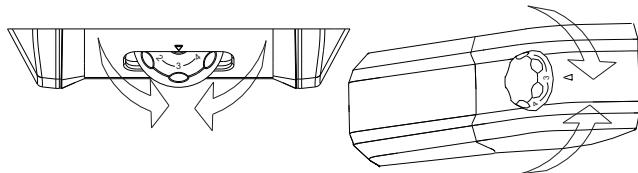

Fig.5
- On effectue le réglage de la température, pour les deux compartiments, en tournant le bouton du thermostat (fig.5).